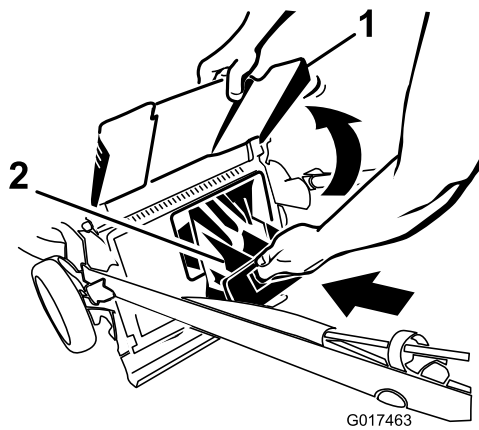

Figura 23
4. Instale el tapón de descarga trasero (Figura 23).